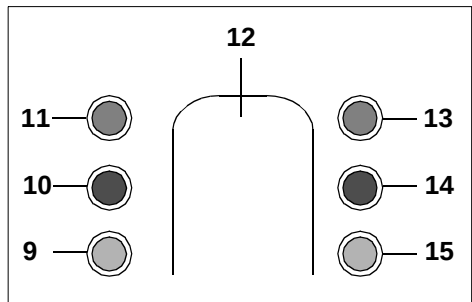

Abb. 3: Kontrollleuchten
- Beide Arretierhaken (16) an der Steuerkopfrückseite nach innen drücken und Abdeckhaube (2) abnehmen.
- Die Wasserenthärtungsanlage muss sich in der Betriebsstellung befinden (LED „Regeneration“ (13) ist aus). Regeneration durch Drücken der Regenerationstaste (12) starten (siehe Abb. 3). Die LED „Regeneration“ (13) leuchtet, gleichzeitig blinkt die LED „Umschaltung“ (10) im Takt des Stellantriebes. Nach 9 - 10 Antrieb takten ist die Besatzungsstellung erreicht (Markierung „2“ am